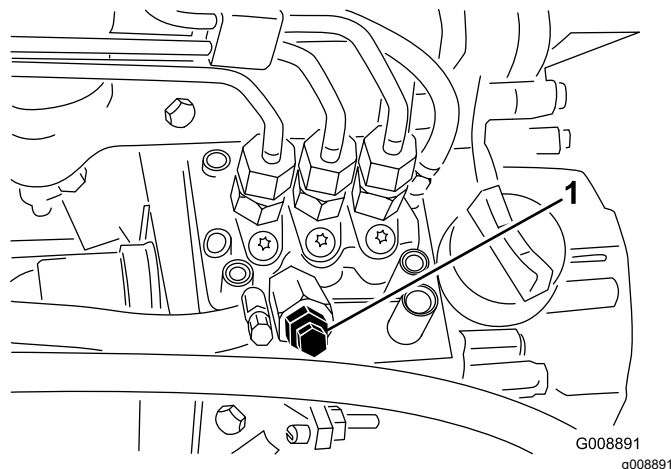

図 31
3. 燃料噴射ポンプについているエア抜きねじ 図 31 をゆるめる。